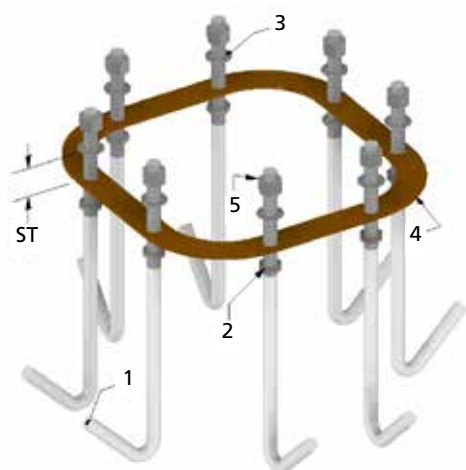

fig.20
1. Enrosque en los tirafondos 1 las tuercas bajas 2, dejando que sobresalga la porción roscada hasta conseguir el saliente correspondiente ST (véase el apartado 2.2.9) (fig. 20). Realice esta operación en todos los 8 (ocho) tirafondos.